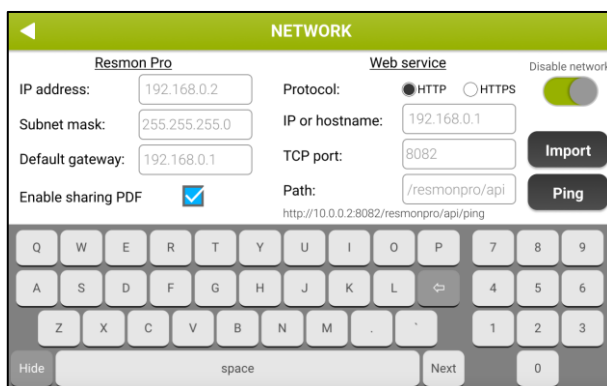

Figura 22 - Impostazioni Network
1. Attivare la modalità network utilizzando il pulsante in alto a destra del display (Figura 22)
- a. La Figura 22 mostra i parametri di rete predefiniti; il Resmon Pro effettuerà richieste al servizio web di terze parti per lo scambio di dati medici. La configurazione predefinita si riferisce alla configurazione predefinita di BreezeSuite (porta 8082).